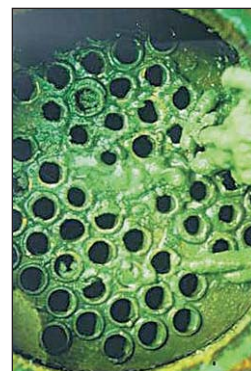

Abb. 2: Korrosion/Verschmutzung in einem Wärmetauscher
- Die Wärmetauscher (Abb. 2) in Temperiergeräten und Spritzgießmaschinen werden schlechend uneffektiver bis wirkungslos, was sich durch langsam steigende Temperaturen bemerkbar macht. An den hydraulischen Spritzgießmaschinen weist eine langsam steigende Öltemperatur auf ein Problem mit dem Ölkühler hin. Folge einer steigenden Öltemperatur ist ein nachzujustierender Prozess, größerer Maschinenverschleiß und letztlich mehr Ausschuss, da die Prozessschwankungen größer sind.